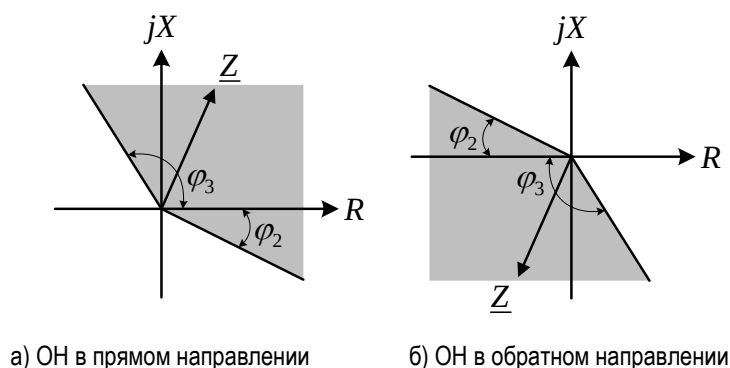

Рисунок 2.2 – Характеристики срабатывания органов направления
2.2.13 Выполнение функций направленного РС обеспечивается совместным использованием ненаправленного РС и органов направленности (ОН). Орган направленности представляет собой два отрезка, исходящие из начала координат и расположенные во втором и четвёртом квадрантах. Вид характеристики (см. рис. 2.2) определяется углами  $\varphi_2$  и  $\varphi_3$  наклона этих отрезков, отсчитываемых относительно оси  $R$ . Углы наклона характеристики задаются уставками «Ф2 ОН-ФФ(Ф3)» и «Ф3 ОН-ФФ(Ф3)». Уставки органов направленности являются общими для всех ступеней, задаются отдельно для контуров «фаза-фаза» и «фаза-земля». Углы наклона в ИЭУ задаются для прямонаправленного ОН в сторону АТ, а характеристика обратногонаправленного ОН симметрична характеристике прямонаправленного ОН с поворотом на 180 градусов.